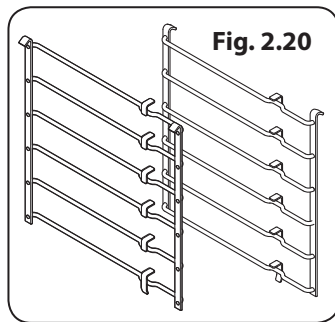

Fig. 2.20
- 2 jeux de supports latéraux (**Fig. 2.20**)